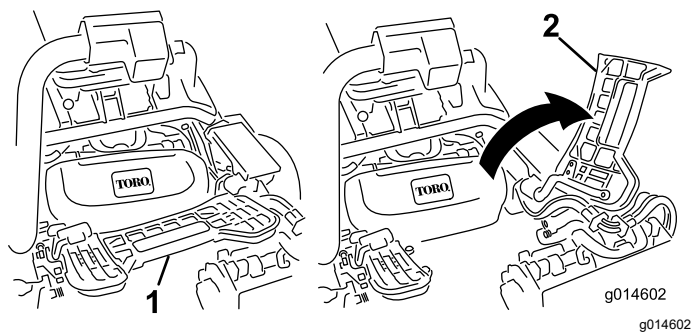

図 61
2. フットレストを跳ね上げて開き、中央カuttingユニット取り付け位置へのアクセスを確保する 図 61。